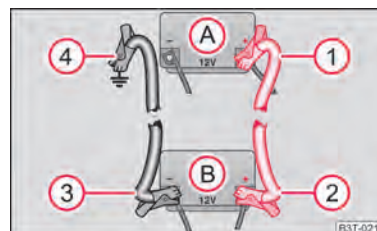

Abb. 193 Starthilfe mit der Batterie eines anderen Fahrzeugs: A - entladene Fahrzeugbatterie, B - stromgebende Batterie
- Befestigen Sie ein Ende ① → Abb. 193 am Pluspol der entladenen Batterie (A).
- Befestigen Sie das andere Ende ② am Pluspol der stromgebenden Batterie (B).